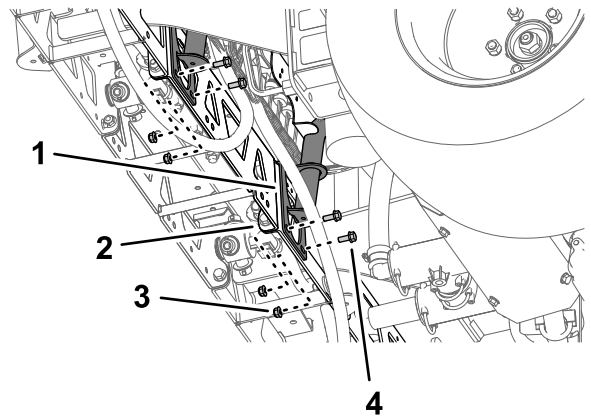
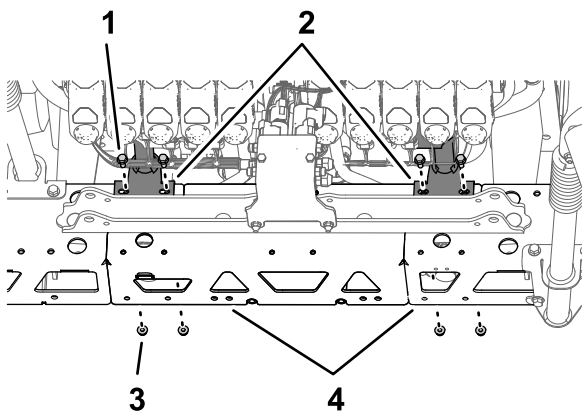

图108
图109
2. 将阀门安装架的安装支架上的孔与中间喷洒段桁架框架上的孔对齐图108。
3. 使用 4 个螺栓 5/16 x 3/4 英寸和 4 个凸缘锁紧螺母 5/16 英寸将阀门安装架安装到桁架框架上图108 和 图109。